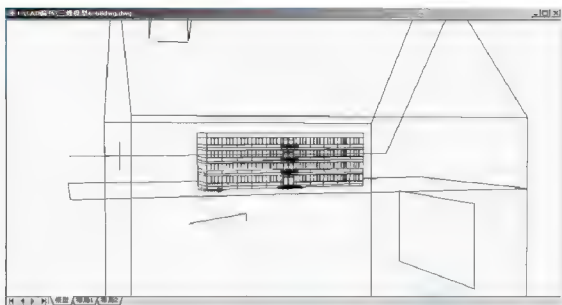

图 6.75 改变视点位置
(5) 在输入选项 [相机 (CA) / 目标 (TA) / 距离 (D) / 点 (PO) / 平移 (PA) / 缩放 (Z) / 扭曲 (TW) / 剪裁 (CL) / 隐藏 (H) / 关 (O) / 放弃 (U)]: 提示下, 输入 “CA”, 选择相机 (视点) 的位置。
(6) 在指定相机位置, 输入与 XY 平面的角度, 或 [切换角度单位 (T)] <35.2644>: 提示下, 移动光标使视点向下移动, 以人眼的高度来观察模型, 结果如图 6.75 所示。
(7) 按 Enter 键结束命令。